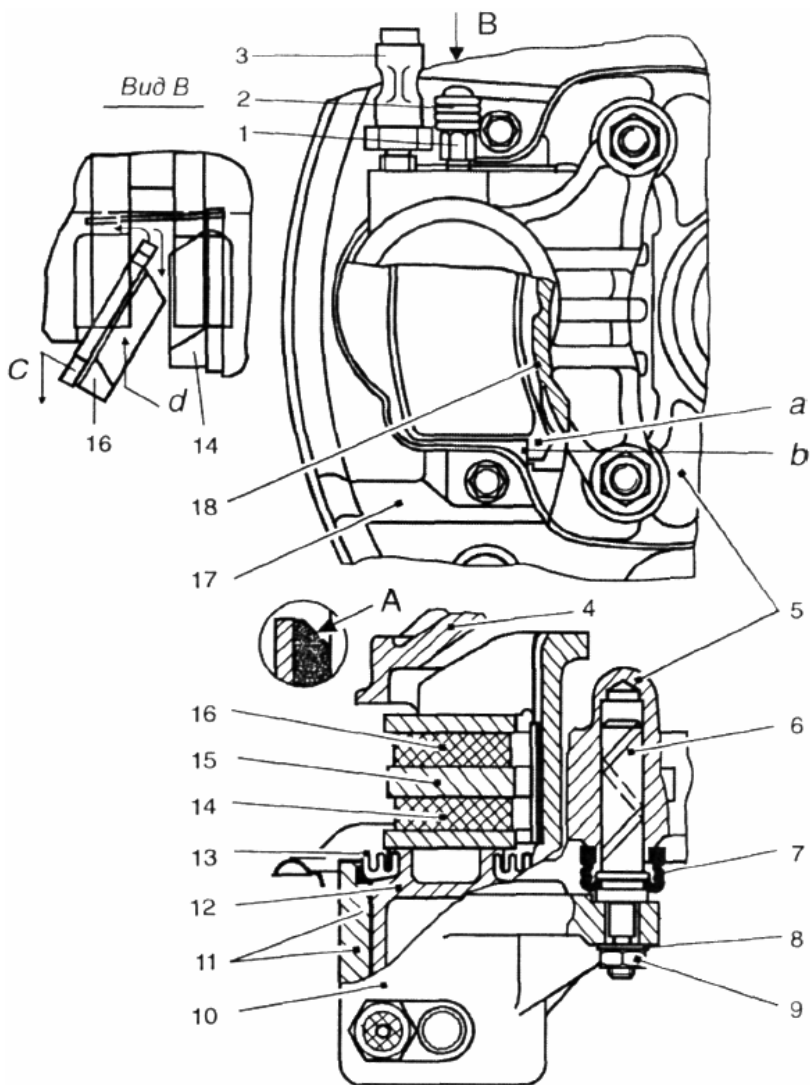

Рис. 41. Передний тормоз:
Передние дисковые тормоза. Осмотр тормозных колодок 14 и 16 (рис. 41) производите при снятых колесах через окна во фланце 4. Колодки замените, не допуская уменьшения толщины фрикционной накладки меньше, чем 1 мм. Не допускать трения металла колодки о тормозной диск.
- снять тормозной диск 15 (рис. 41), выведя его в сторону из колодок;